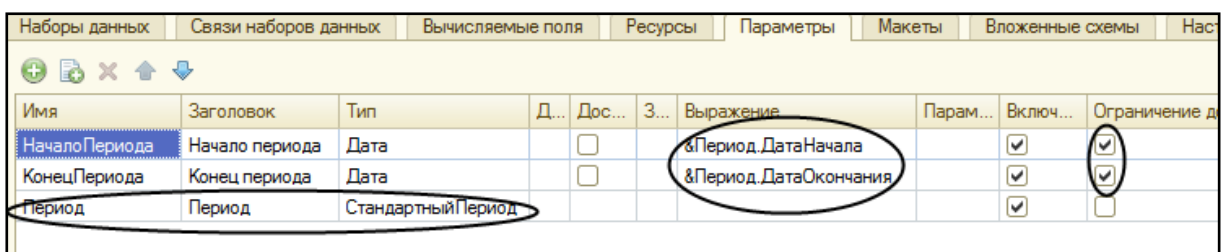

Рис. 84. Конструктор отчета
8. Закладка Параметры (рис. 84). Добавить параметр Период типа СтандартныйПериод, а для параметров НачалоПериода и КонецПериода указать Выражение для расчета и запретить их редактирование.